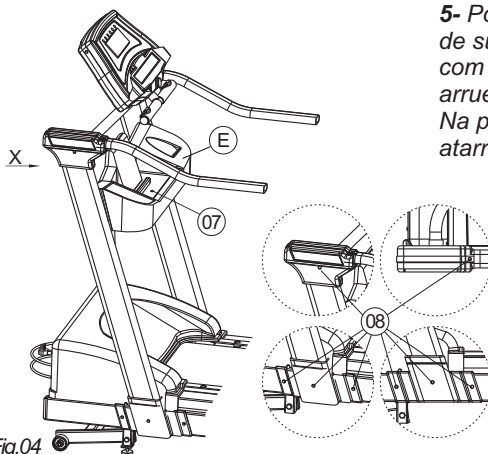

Fig.04
5- Por fim, fixe as carenagens de acabamento de sua esteira-Fig.04. Monte o porta-objetos (E) com o parafuso francês (07) M4x10 mm, arruela M4 e porca M4. Na parte traseira (X) 3 parafusos auto atarrachantes.